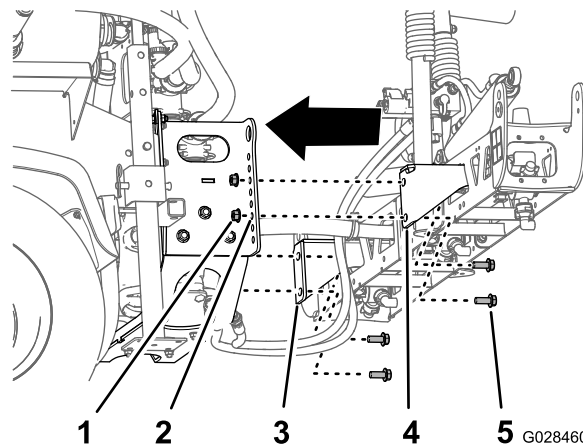

図 29
2. センターブームアセンブリの取り付けブラケットの底部にある穴を、スキッドフレームのブームサポートの下から3番目の穴に、 図 29 のように整列させる。